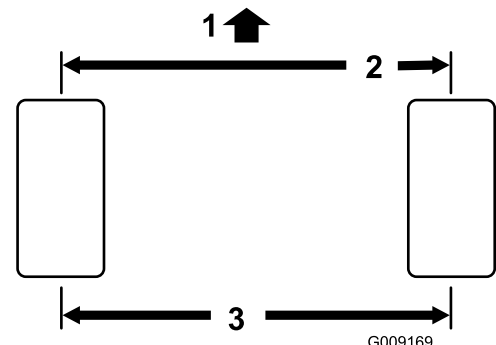

Bild 60
1. Messen Sie den Abstand vorne und hinten an den Lenkreifen Mitte-zu-Mitte (auf Achshöhe) (Bild 60).